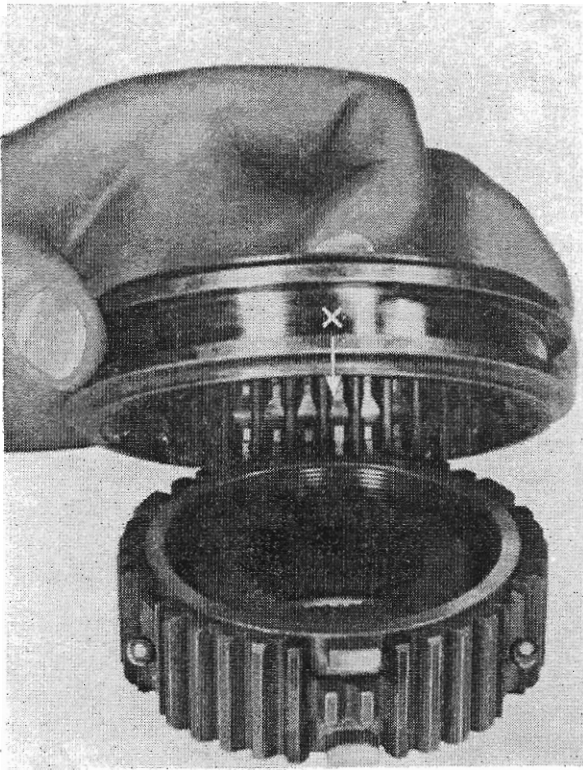

Abb. 26
e) Schiebemuffe (408) so auf den vormontierten Synchronkörper schieben, daß die Kugeln (404) in die auf Abb. 26 mit „X“ bezeichneten Zähne
Schiebemuffe so wie Abb. 26 und 27 zeigt auf­ schieben.
zu b): Schiebemuffe (441) so wie Abb. 26 und 27 zeigt, auf den Synchronkörper (440) schieben.